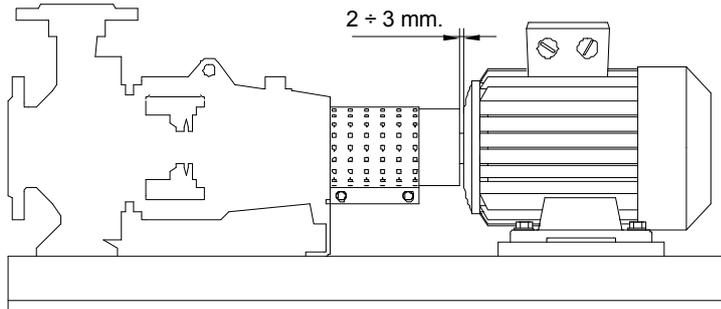

Fig. 23
- 11 - Montare il c oprigiunto, c on al s uo inter no l'ev entuale pr olungamento, s ull'aggancio pr edisposto s ulla pom pa, bloccando le due viti di f issaggio e as sicurandosi di pos izionare il prolungamento ad una dis tanza di s icurezza dal motore di circa 2÷3 mm (vedere la fig. 23).